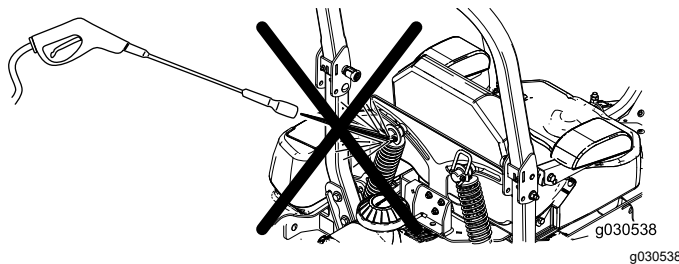

Figure 105
**Remarque:** No limpie los conjuntos de choque con agua a presión (Figure 105).